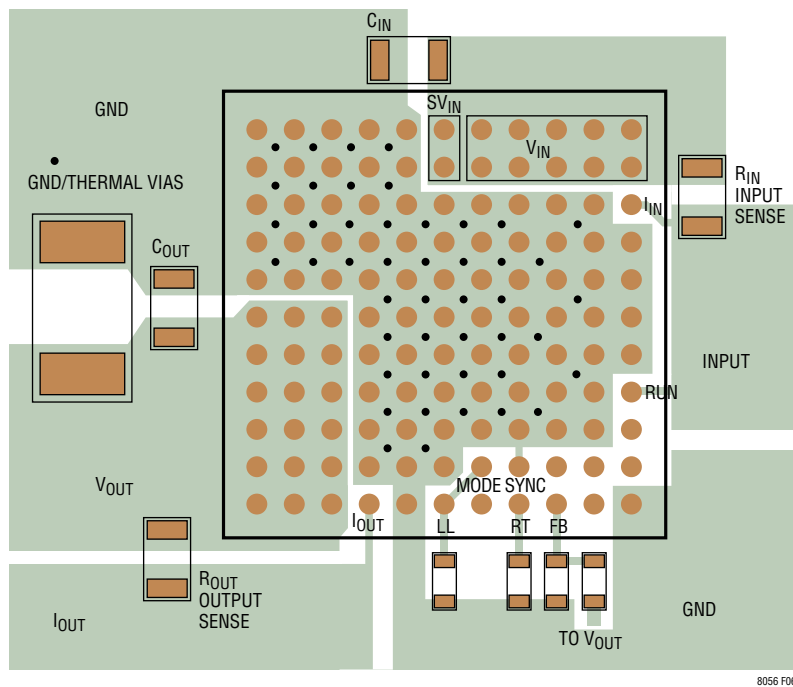

图 6：布局示出了建议使用的外部组件、GND 平面和热过孔
大多数与 PCB 布局相关的难题都因为 LTM8056 的高集成度而得以缓解甚至消除。尽管如此, 由于 LTM8056 是一款开关电源, 因此务必尽可能地降低 EMI 并保证正确的操作。纵然 LTM8056 拥有很高的集成度, 但如果在 PCB 布局时太过随意或方案欠佳, 那么就有可能无法实现规定的操作性能。图 6 示出了一款建议的布局。应确保接地和散热方式是可以接受的。
8. 采用过孔将 GND 铜面积与电路板的内部接地平面相连。可大量地排布这些 GND 过孔以提供良好的接地连接以及至印刷电路板内部接地平面的散热通路。请留意图 6 中的热过孔的位置和密度。LTM8056 可得益于在这些位置上连接至内部 GND 平面的过孔所提供的散热作用, 因为它们接近内部功率处理组件。热过孔的最佳数目取决于印刷电路板的设计。比如: 一块电路板可能会使用非常小的过孔, 那么它所采用的过孔数目应该多于使用较大过孔的电路板。